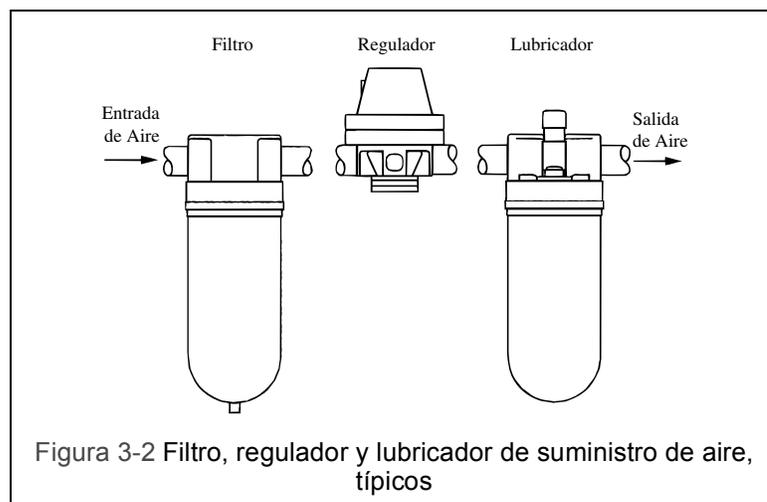

Figura 3-2 Filtro, regulador y lubricador de suministro de aire, típicos
- El filtro, el regulador (si está equipado), y el lubricador deben estar colocados en el orden mostrado en la Figura 3-2.